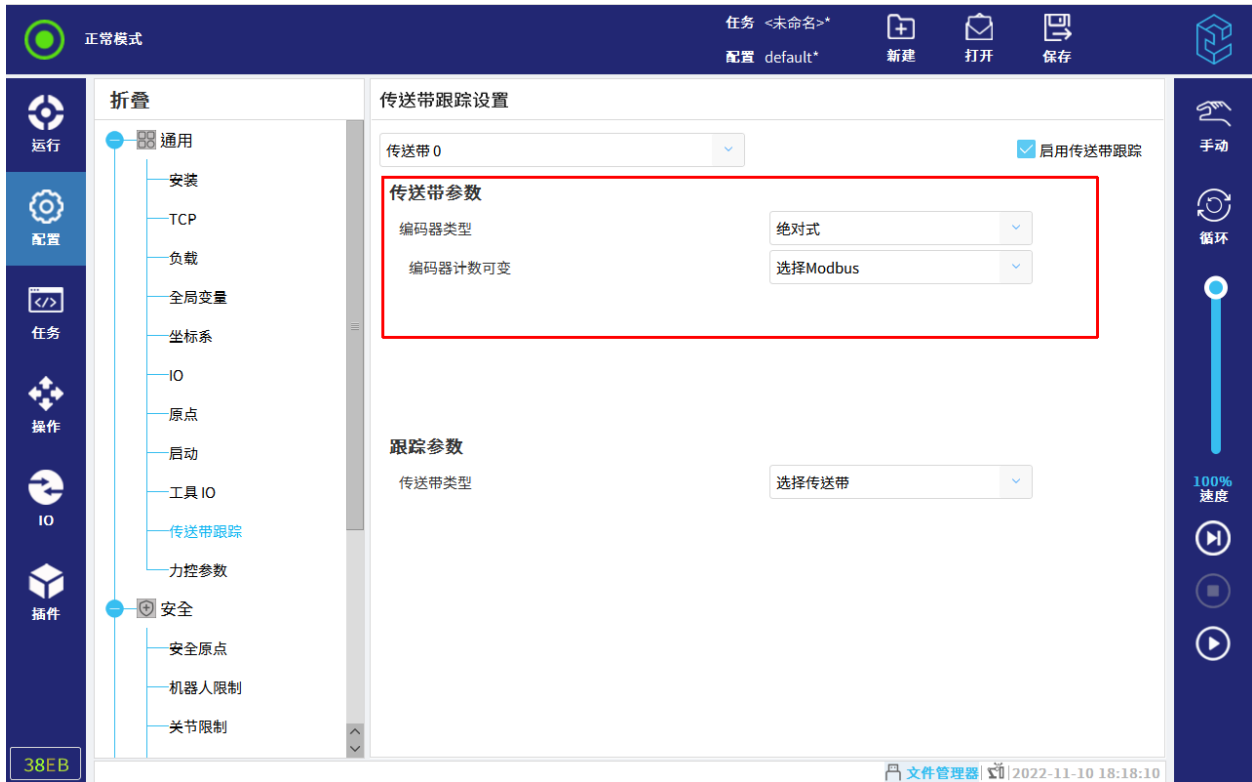

图 12-33 配置传送带参数
4. 选择“编码器计数可变”为设置的“Modbus”，如图 12-33 所示。